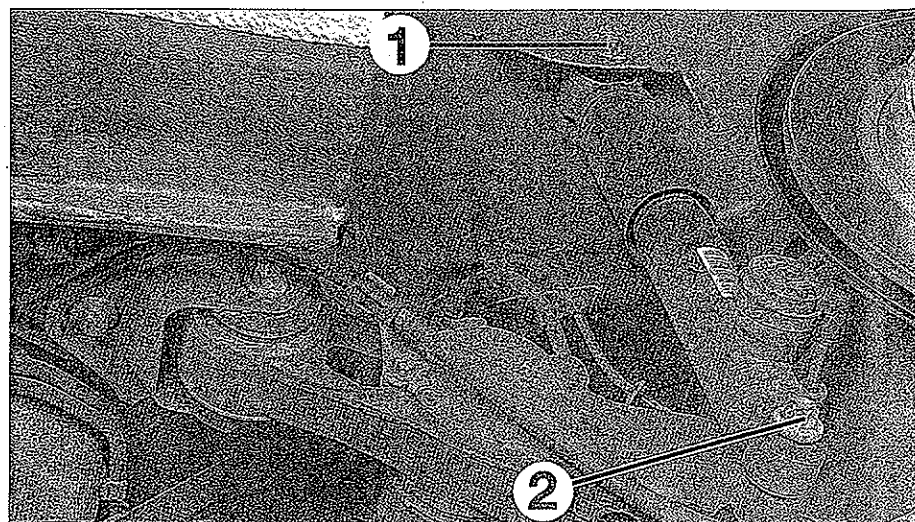

FIG. 12
- Desmontar el tornillo de fijación superior (1) del amortiguador (fig. 12).
- Desmontar el tornillo de fijación inferior (2) del amortiguador.